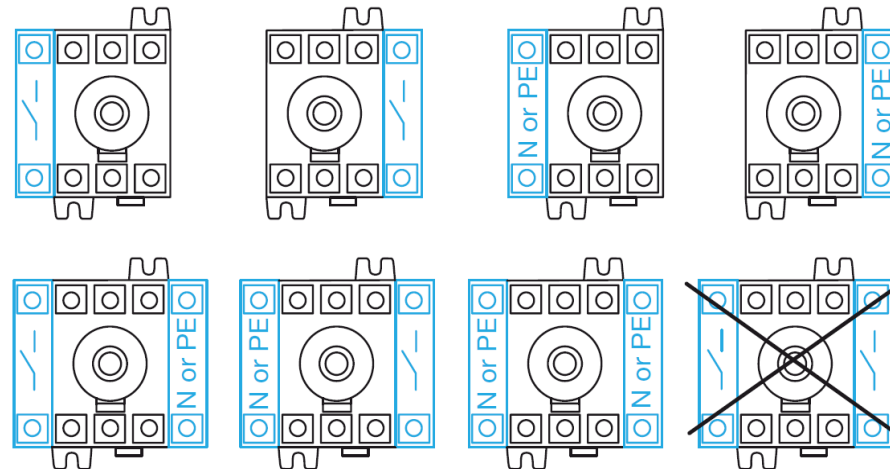

Fig. 4
- See figure 4 for placement of Auxiliary Contacts. A maximum of four Auxiliary Contacts (two modules) may be added. Refer to instruction sheet supplied with the Auxiliary Contacts for installation instructions.
- Consulter la Fig. 4 pour le remplacement des contacts auxiliaires. Un maximum de quatre contacts auxiliaires (deux modules) peuvent être ajoutés. Consulter les directives livrées avec les contacts auxiliaires pour fins de montage.